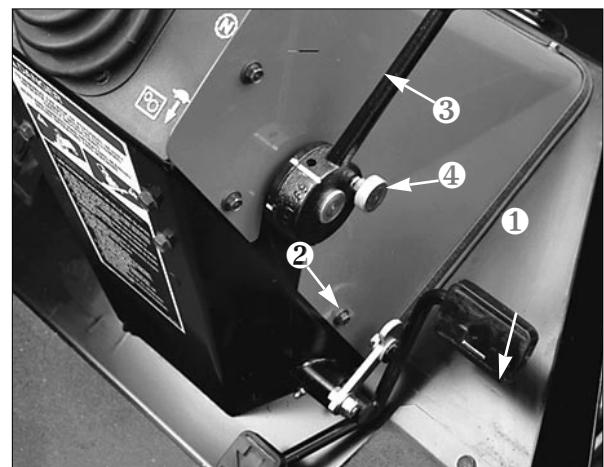

Fig. 16
**Pedale di comando della trazione** (Fig. 16)—Controlla il moto in avanti e indietro. Premere la punta del pedale per la marcia avanti, e la base per la marcia indietro. La velocità di spostamento dipende dal grado di pressione del pedale. Senza carico, la velocità massima si ottiene premendo il pedale a fondo mentre la leva del gas è su FAST. Per ottenere la massima potenza sotto carico, oppure in salita, mantenere alto il regime di giri del motore tenendo la leva del gas su FAST ed il pedale di comando della trazione parzialmente innestato. Se il regime di giri inizia a diminuire a causa del carico, ridurre gradualmente la pressione sul pedale di comando della trazione, fin quando la velocità del motore aumenta.
**Selettori della velocità** (Fig. 16)—Girando la levetta interposta tra la camma e la punteria, di fianco al pedale di comando della trazione, si mantiene la velocità desiderata. Girare la leva in avanti per rallentare, e indietro per aumentare la velocità.
**Leva del cambio dell'assale** (Fig. 16)—Posta a destra della consolle, questa leva seleziona il modo trazione anteriore. Estrarre la manopola di bloccaggio, tirare indietro la leva per la tosatura, e spingerla in avanti per il trasporto, quindi rilasciare la manopola per bloccare la selezione effettuata. Per la tosatura verificare che la leva si trovi in posizione LO. La posizione centrale (N) è per il traino.